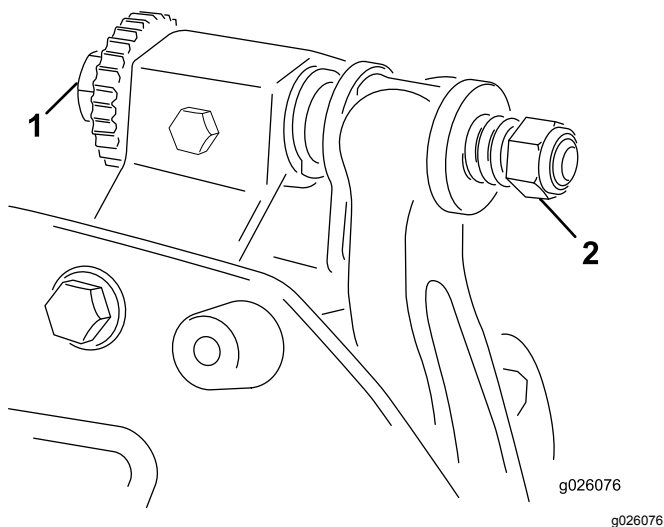

Bild 4
- A. Drehen Sie die Einstellschrauben des Untermesserträgers um jeweils eine Kerbe nach rechts, bis Sie leichten Kontakt spüren und hören (Bild 4).
6. Drehen Sie die Einstellschraube des rechten Untermesserträgers (**Bild 4**), bis Sie einen leichten Druck (d. h. Widerstand) an der Beilagscheibe spüren, wenn Sie sie von einer zur anderen Seite schieben. Entfernen Sie die Beilagscheibe.